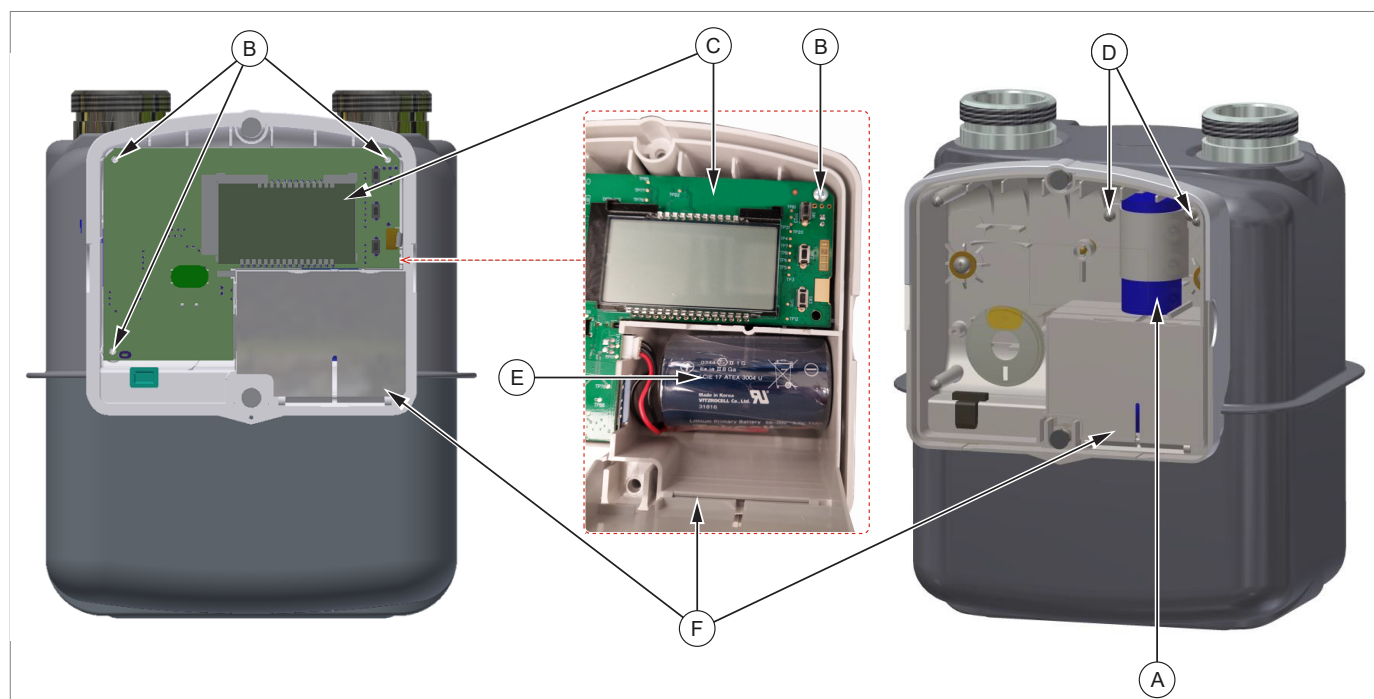

Fig. 10.12. Rimozione batterie
Per rimuovere la batteria metrologica (A), procedere come descritto in Tab.10.88 (facendo riferimento alla Fig.10.12.):
Per rimuovere la batteria di comunicazione (E), procedere come descritto in Tab.10.89 (facendo riferimento alla Fig.10.12.):